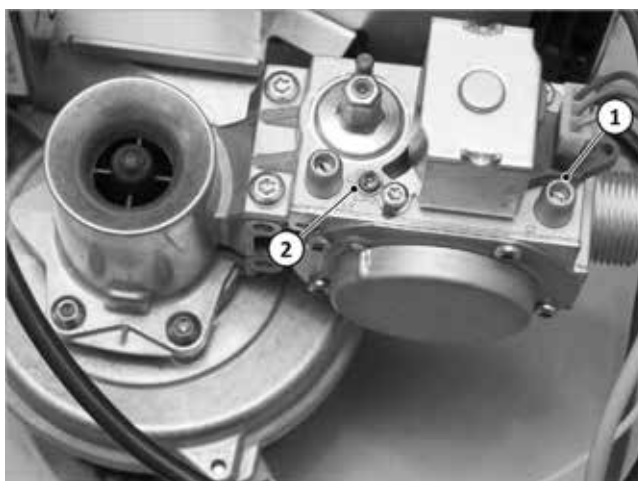

Fig. 97: impostazione del bruciatore
- Per controllare la pressione di flusso del gas con il bruciatore in funzione utilizzare il raccordo di misura → fig. 97 (1).